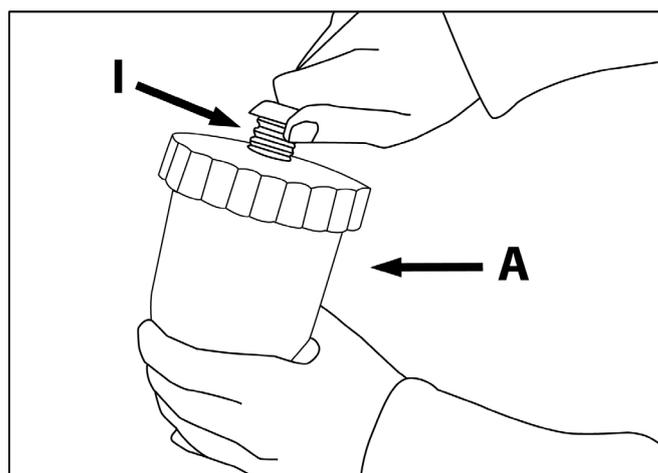

Рис.8
10. Перед началом окраски не забудьте снять с аэрационного отверстия **I** стакана **A** заглушку (рис. 8).
- До начала работы с краскораспылителем рекомендуется проверить его работу на какой-нибудь поверхности. Убедитесь, что в пистолет заправлена краска нужного цвета и что факел распыления отрегулирован правильно. Краскораспылитель имеет емкость для краски, регулятор количества краски (1), регулятор воздушного потока (2) и регулятор формы распыления (3).